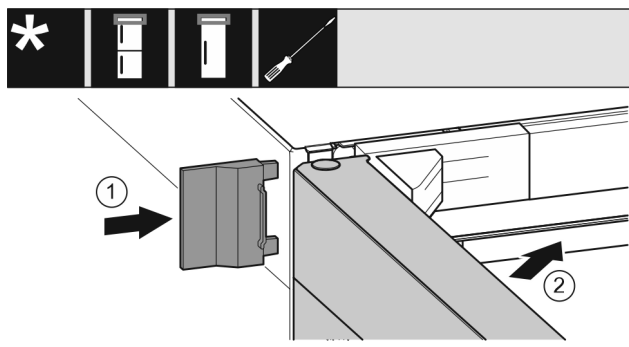

Fig. 43
- ▶ Tolja fel a külső fedelet Fig. 43 (1).
- ▶ Csukja be a felső ajtót Fig. 43 (2).